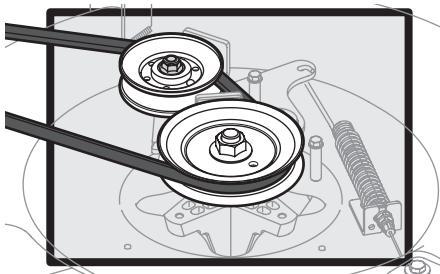

Figura 22
- Limpiar la parte superior de la plataforma de corte, bajo las sábanas de husillo y área de la correa. Vea la Figura 22.
- Limpia alrededor y cerca de la transmisión, el eje y el área del ventilador. Vea la Figura 22.